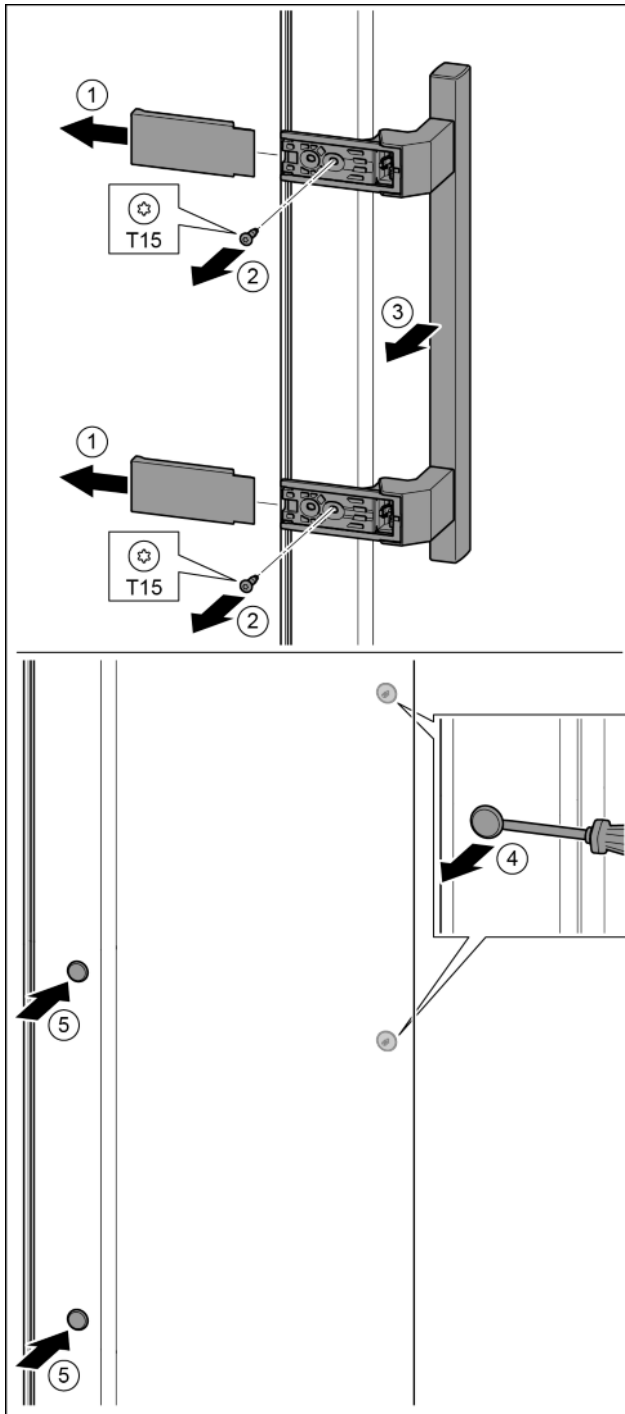

Fig. 20
- ▶ Abdeckung abziehen. Fig. 20 (1)
- ▶ Schrauben mit Schraubendreher T15 herausdrehen. Fig. 20 (2)
- ▶ Griff abnehmen. Fig. 20 (3)
- ▶ Seitlichen Stopfen vorsichtig mit einem Schlitzschraubendreher anheben und herausziehen. Fig. 20 (4)
- ▶ Stopfen auf der anderen Seite wieder einsetzen. Fig. 20 (5)